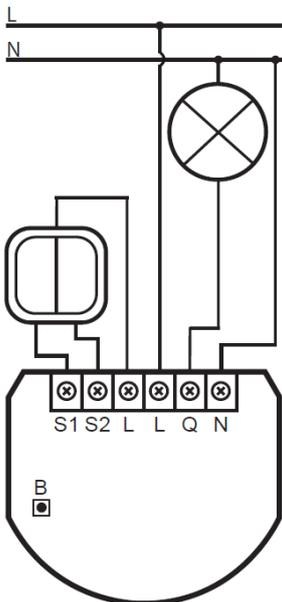

Figura 1: Ejemplo de conexión de SingleSwitch-Control
- Conectar sólo como se muestra en la figura 1. Una conexión incorrecta puede causar riesgos para la salud, la vida o daños materiales.
3. Conecte como se muestra en la Figura 1.